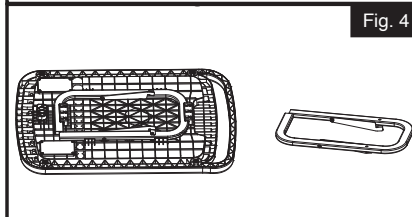

Fig. 4
6. Retirez le cadre du plateau d'outils de la partie inférieure du plateau d'outils en tournant le dispositif de retenue vers la position MARCHE et en faisant glisser le cadre du plateau d'outils vers l'extérieur. (Fig. 4)